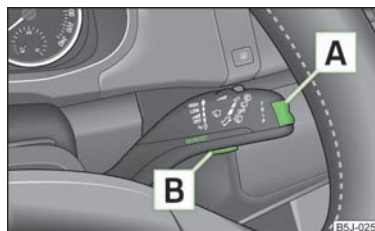

Fig. 7
- Appuyez pendant plus d'1 seconde sur la touche à bascule [A] » fig. 7 pour faire afficher le **Menu principal**.
- Si des messages d'avertissement sont affichés sur l'écran d'informations, vous devez confirmer ces messages au moyen de la touche **[B]** » fig. 7 sur la manette des essuie-glaces pour pouvoir afficher le menu principal.